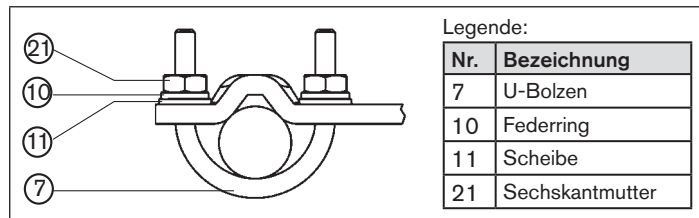

Bild 10: Positioner mit Anbauwinkel befestigen; bei Antrieben mit Säulenjoch
→ Anbauwinkel mit den U-Bolzen (7), Scheiben (11), Federringen (10) und Sechskantmutter (21) am Säulenjoch befestigen (siehe „Bild 10“).